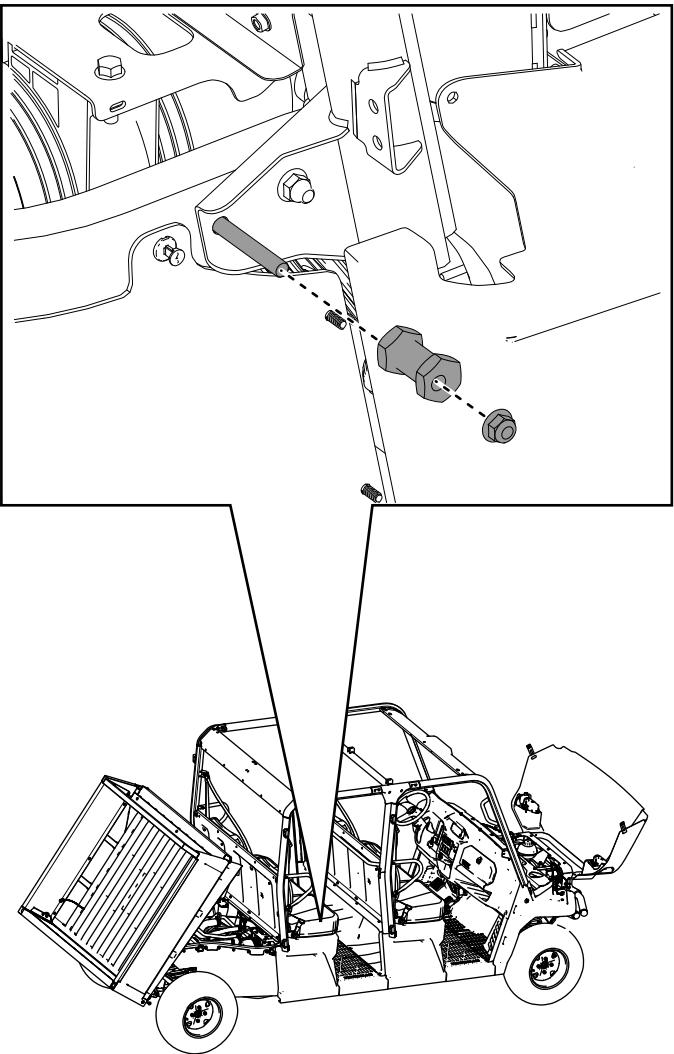

Bild 69
29. Bringen Sie die zuvor entfernten Sicherungsmuttern ($\frac{3}{8}$ ") und Verriegelungsstifte am rechten und linken hinteren Rahmenrohr an (Bild 69).